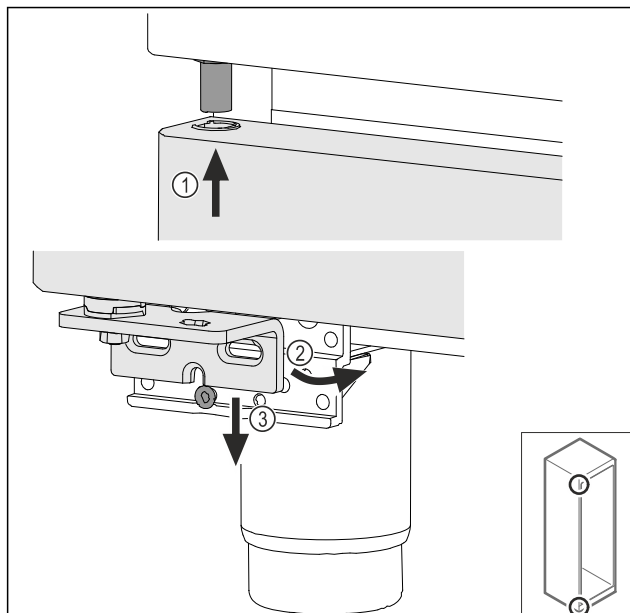

Fig. 62
- Introducir la puerta ligeramente inclinada en la parte superior Fig. 62 (1), alinear la puerta para que quede recta Fig. 62 (2) y colocarla en la parte inferior del tornillo de soporte de cojinetes Fig. 62 (3).